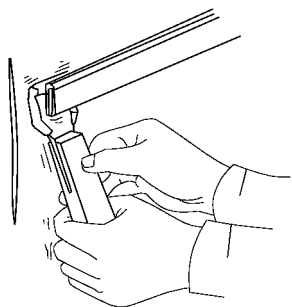

图 17-68 拆下嵌条的端部
(1) 拆下嵌条的端部。使用刮刀从嵌条的端部撬松约 30mm 长，如图 17-68 所示。